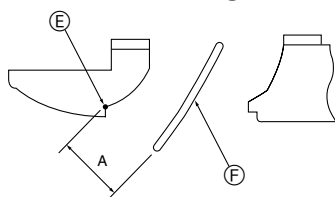

Fig. 5-10
- ① Выключите главный выключатель питания.
- ② Для регулировки нужного направления потока воздуха, медленно поднимите/опустите заслонки в пределах указанного диапазона. (Fig. 5-10)